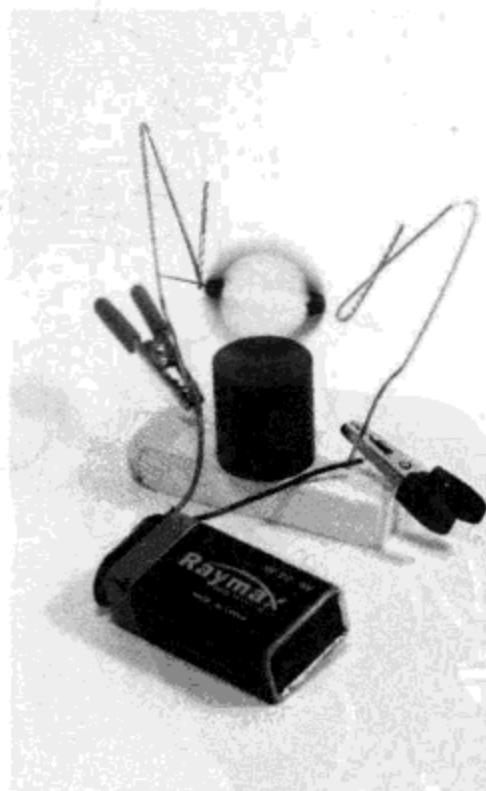

图6.2 DIY的电机原型
(5) 用曲别针和橡皮作一个间距为 1.5 in 的支架（图 6.2）。
(6) 将线圈放入用曲别针做的支架。确保你推一下时，它能够转动。调整线圈，使线圈既对称又平衡。
(7) 将磁铁放在线圈下面的橡皮上。如有必要，细调一下相互之间的间距，不要让磁铁碰到线圈或曲别针。
(8) 用鳄鱼夹将电池的接头分别接在每一个曲别针上。
(9) 做完的结构应当如图 6.2 所示。轻推线圈，通过线圈的电流与磁铁相互作用，电机就转起来了。